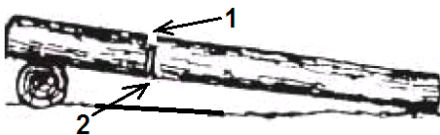

Рис.15
2. Бревно лежит на одной опоре (Рис.15). Разгрузочный пропил (1) на 1/3 бревна делается сверху. Основной пропил (2) делается снизу навстречу разгрузочному пропилу.